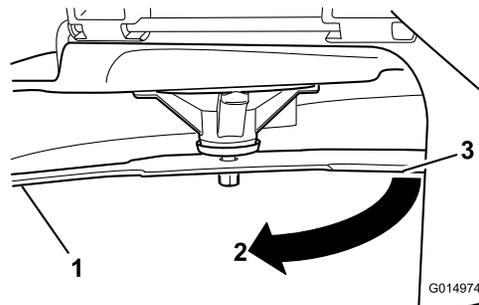

**Figura 44**
2. Llevando guantes fuertemente acolchados u otro tipo de protección apropiada para las manos, gire la cuchilla a medir lentamente hasta una posición que permita medir eficazmente la distancia entre el filo de corte y la superficie nivelada en la que descansa la máquina (Figura 44).